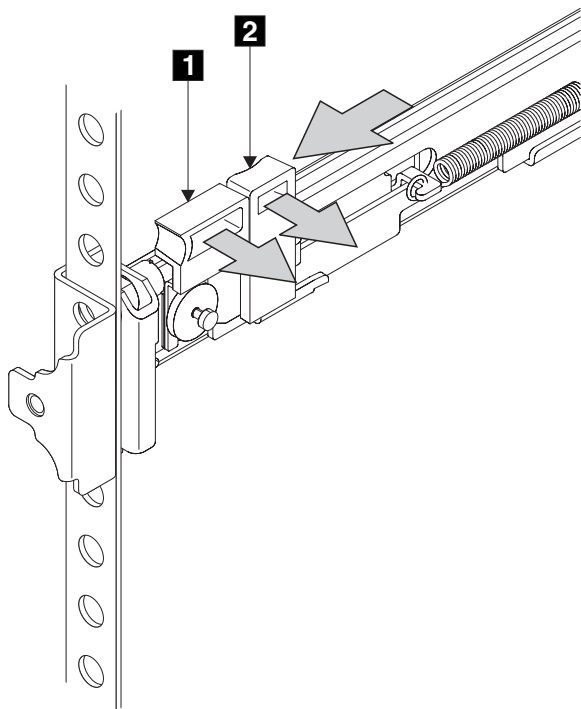

図 64. ラッチ・ロック・キャリア・アセンブリーを閉じる
8. ラッチ・ロック **2** (87 ページの図 64) をレールから離れる方向に押して、キャリアを解放します。ラッチ・ロック・キャリアがラックの前方向にスライドし、位置決めピンが、前部フランジの穴と前部レール・ブラケットの穴を通して突き出ます。